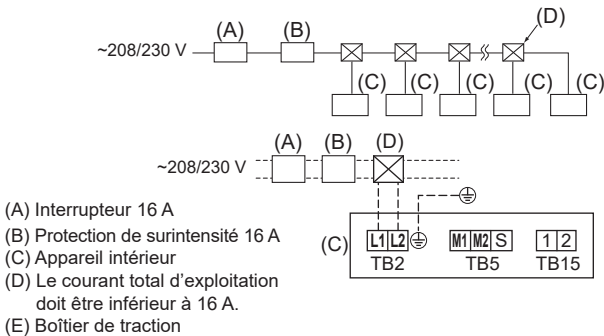

Fig. 6-4
6.2. Câblage de l'alimentation (Fig. 6-4)